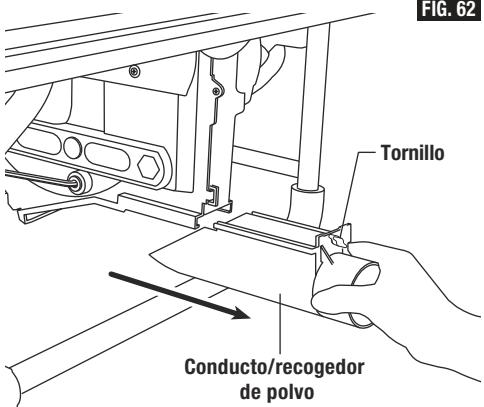

FIG. 62
1. Afloje el tornillo del retenedor del conducto / recogedor de polvo (Fig. 62).